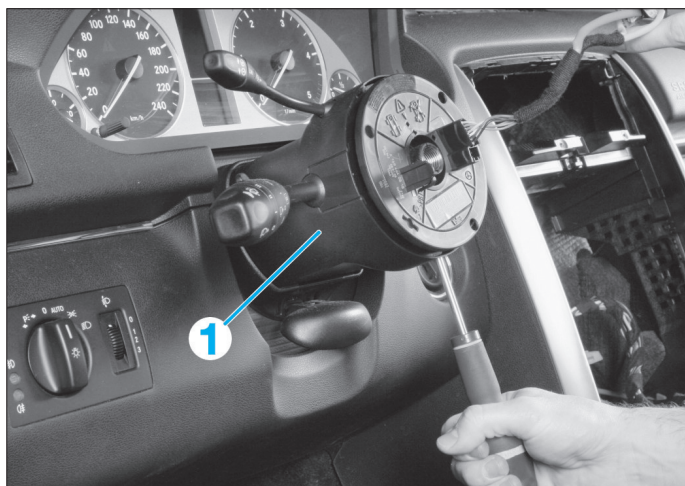

FIG. 6
- Dévisser la vis située sur le côté droit de l'ensemble commodo – contacteur tournant (1). Tirer l'ensemble bien dans l'axe de la colonne de direction (Fig.6).